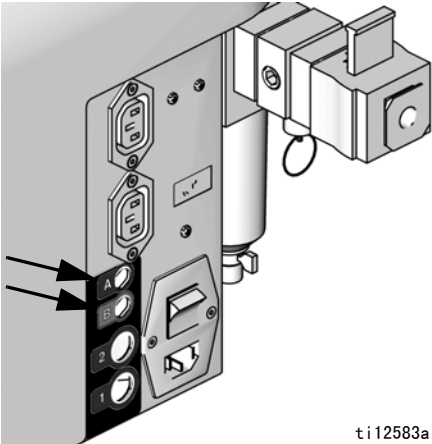

图 6: 料桶补料套件电源
- 2. 对于在 A 侧料桶上安装的料桶补料套件，请将料桶补料套件电源线插入机器背面的“ A ”连接器。请参见图 6。
- 对于在 B 侧料桶上安装的料桶补料套件，请将料桶补料套件电源线插入机器背面的“ B ”连接器。请参见图 6。